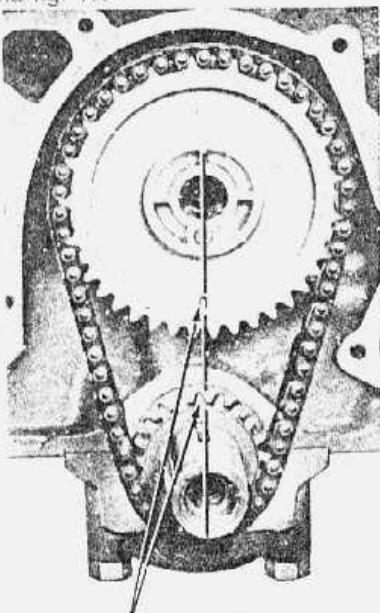
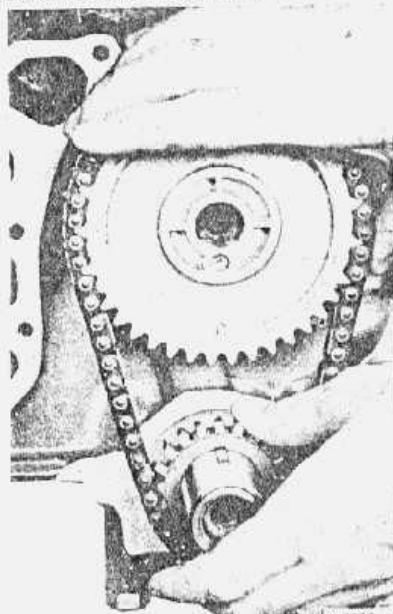

fig. 17 — alinhamento das marcas de sincronização
fig. 18 — remoção ou instalação da corrente de distribuição
12. Girar o motor até que as marcas de sincronização das engrenagens fiquem na posição mostrada na fig. 17.
13. Retirar o parafuso da engrenagem da árvore de comando das válvulas, arruelas e o excêntrico da bomba de gasolina. Deslizar ambas as engrenagens e a corrente para fora, simultaneamente, retirando-as em conjunto (fig. 18).
1. Colocar as engrenagens e a corrente de distribuição na árvore de comando de válvulas e árvore de manivelas, simultaneamente (fig. 18). Verificar se as marcas de sincronização estão posicionadas, conforme mostra a fig. 17.